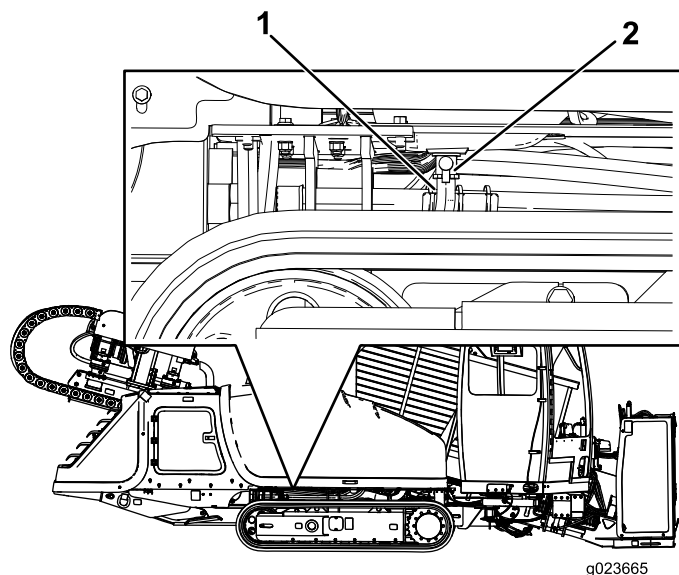

Рисунок 124
2. Убедитесь, что сливной шланг (Рисунок 124) аккуратно вытянут вверх и что конец шланга помещен в сливной поддон.
3. Откройте сливной кран (Рисунок 124).
5. Когда масло перестанет течь, закройте сливной кран (Рисунок 124).
6. Установите сливной шланг обратно в исходное положение (Рисунок 124).